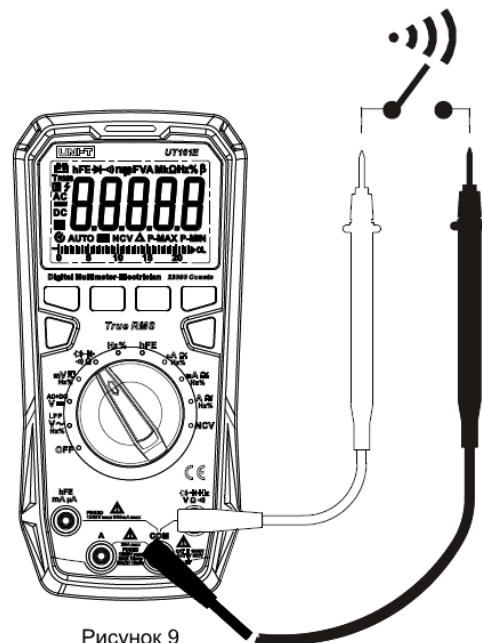

Рисунок 9
6. Прозвонка цепей (см. рисунок 9)